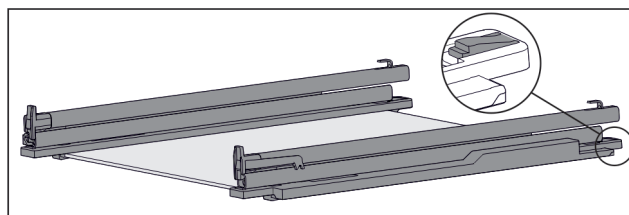

Fig. 197 Ripiano in vetro con guide e fermi
- ▶ Premere il fermo sul lato posteriore (vedere Fig. 197) e allo stesso tempo spingere la guida all'indietro.